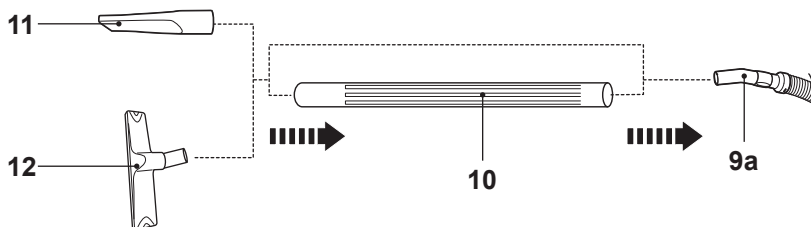

Fig. 15
> Conecte o(s) tubo(s) de extensão (10) e/ou acessório (11, 12) no manípulo da mangueira (9a), se necessário (Fig. 15).